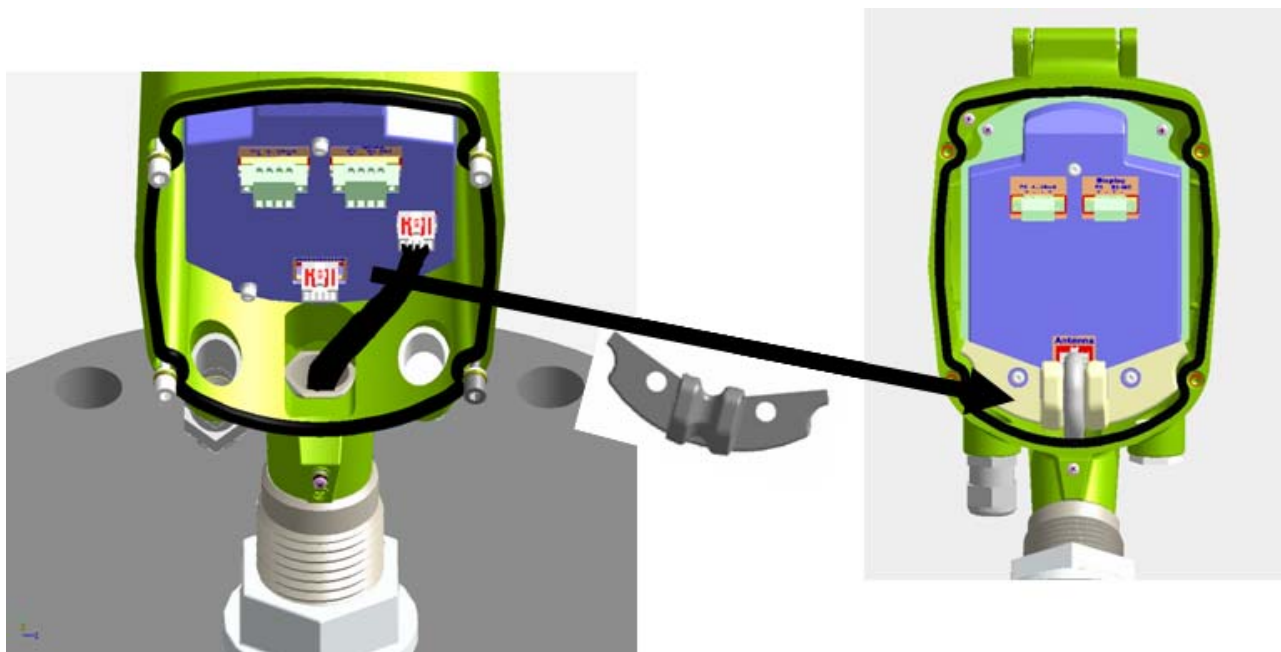

Рисунок 15 Установите кабельный фиксатор на место
10. Установите кабельный фиксатор между кабелем антенного блока и электронной платой электронного блока (см. Рисунок 15).